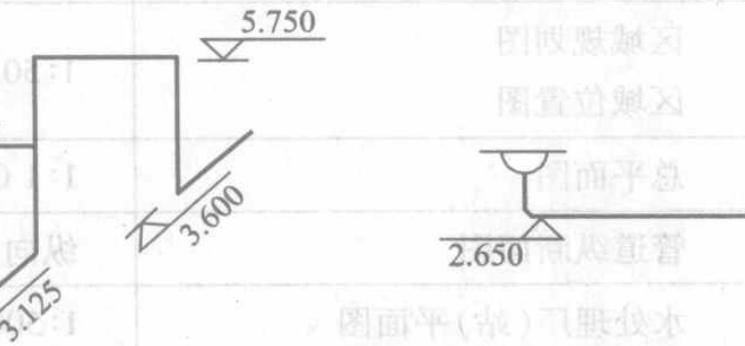

图 1-4 轴测图中管道标高标注法
4) 轴测图中, 管道标高应按如图 1-4 所示的方式标注。
(6) 在建筑工程中, 管道也可注相对本层建筑地面的标高, 标注方法为  $h + \text{相对高度}$ ,  $h$  表示本层建筑地面标高(如  $h + 0.250$ )。